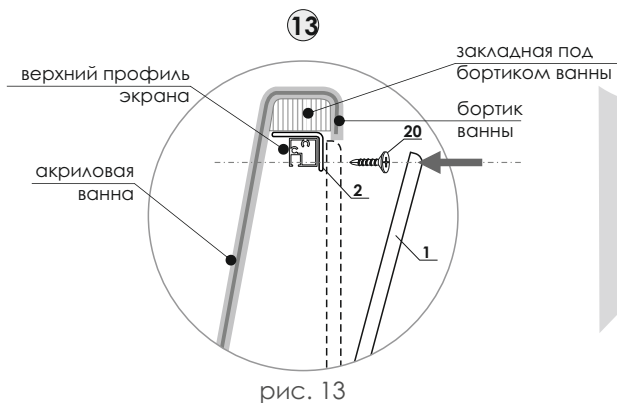

рис. 13
13. С внешней стороны зафиксируйте верхний профиль экрана к уголкам под бортами ванны, используя шуруп 3,9x13 со сверлом (рис. 13).